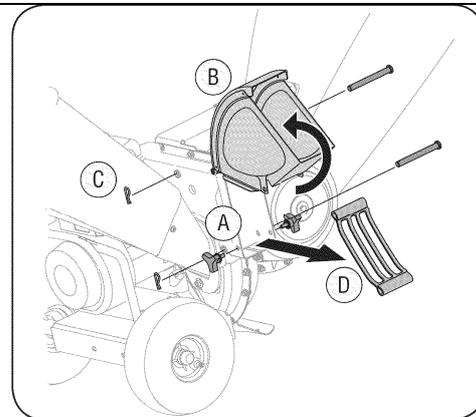

Рис.14
3. А. Снимите мешок и отверните два барашка по бокам дефлектора. См. Рисунок 14.
D. Извлеките изнутри корпуса измельчителя экран, очистите или промойте водой. См. рис. 14.